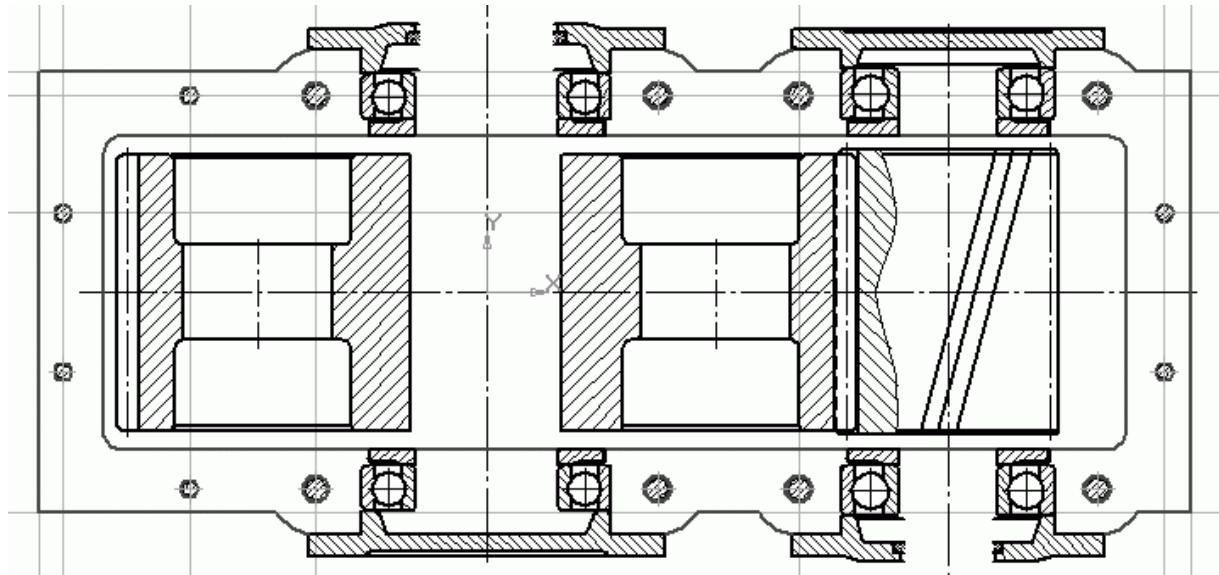

Рис. 2.96. Завершающий этап рисования корпуса
8. Нажмите кнопку Непрерывный ввод объектов и обведите контур фланцев корпуса (рис. 2.96). Удалите всю вспомогательную геометрию с чертежа. Используя команду Скругление, создайте четыре скругления радиусом 16 мм по углам фланцев. Отредактируйте положение горизонтальной осевой, выровняв ее харак-